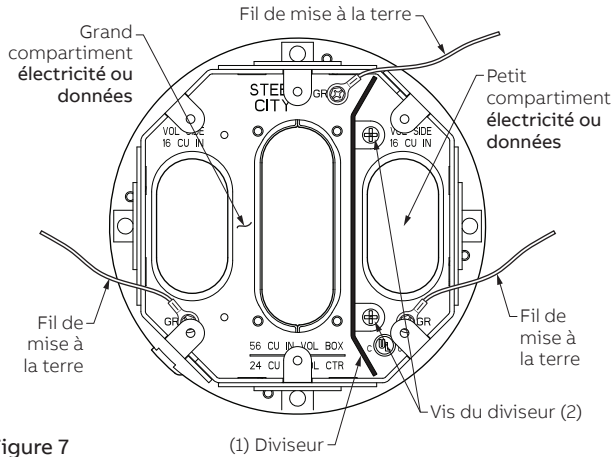
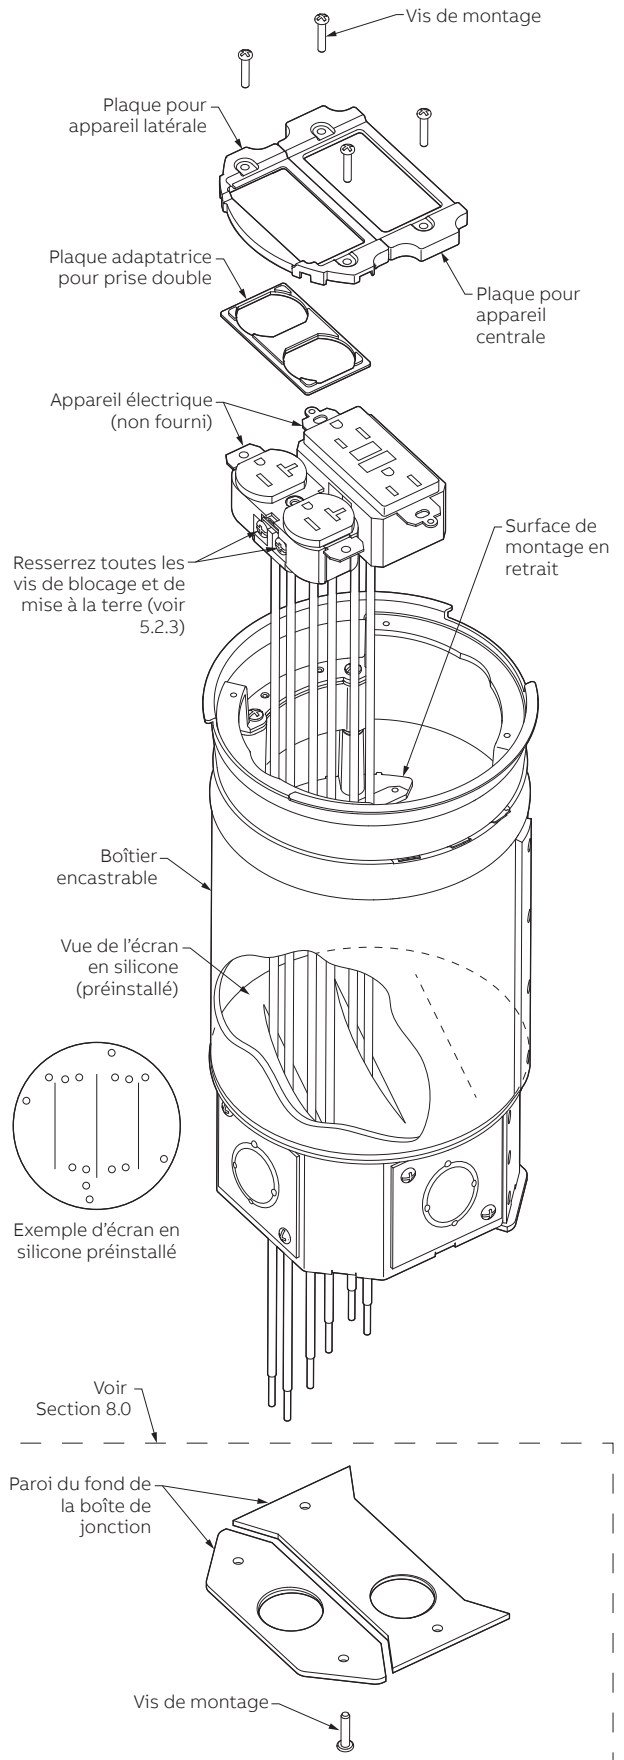

Figure 7
Figure 13
Retirez les 2 vis (figure 7) qui maintiennent un des diviseurs et retirez le de la boîte de jonction afin de joindre 2 compartiments. Un branchement de conduit est nécessaire à l'électricité. **Utilisez le grand ou le petit compartiment pour l'électricité ou les données.**
Les appareils électriques peuvent être installés AVANT ou APRÈS l'insertion de la boîte de sol dans le trou. La figure 13 illustre l'installation des appareils électriques AVANT l'insertion de la boîte de sol dans le trou. À des fins d'illustration, la figure 13 présente 2 groupes utilisant des appareils électriques. (Voir la figure 7 configuration de la boîte de jonction.) Le câblage THHN et les appareils électriques ne sont pas fournis avec la boîte de sol.
- 5.2.3 Fixez les fils CHARGÉS, NEUTRES et de MISE À LA TERRE à chacun des appareils électriques. Confirmez que toutes les vis utilisées et non utilisées (de blocage et de mise à la terre) sont bien serrées sur l'appareil (voir la figure 13).
- 5.2.4 Repérez le groupe (compartiment) correspondant à la configuration de la boîte de jonction (voir section 4.0) et insérez les appareils et les câbles dans la partie supérieure du boîtier encastrable, à travers l'écran en silicone jusque dans la boîte de jonction. (Voir figure 13).